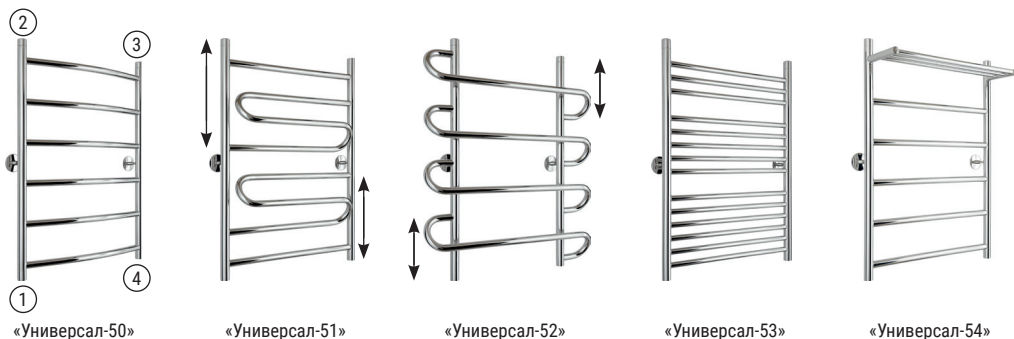

Рис.1
- 4.1. Схема стандартного подключения к системе ГВС или отопления (рис. 1). Подключение осуществляется по схеме: 1-4; 1-3; 2-4; 2-1; 3-4.
- 6.1. Подключение полотенцесушителя к системе ГВС или отопления осуществляется последовательно к основной магистрали (рис. 1 и п. 4).